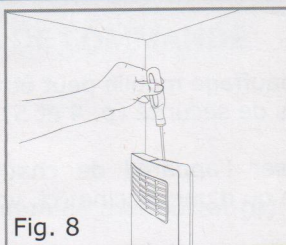

Fig. 8
E) Serrer la petite vis de sécurité fournie (fig. 8).